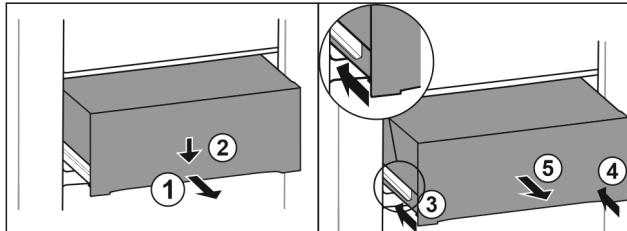

Fig. 120
- Витягніть ящик на половину. Fig. 120 (1)
- Спрямуйте висувний ящик вниз спереду. Fig. 120 (2)
- Вставте ліву рейку приблизно на 2 см. Fig. 120 (3)
- Вставте праву рейку приблизно на 2 см. Fig. 120 (4)
- Вийняти висувний ящик рухом вперед. Fig. 120 (5)